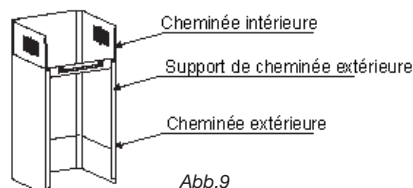

Abb.9
– Installieren Sie die Außenkaminhalterung in den Außenkamin und achten Sie darauf, dass sich der Innenraum des Kamins frei nach oben und unten bewegen kann. (Abb. 9).